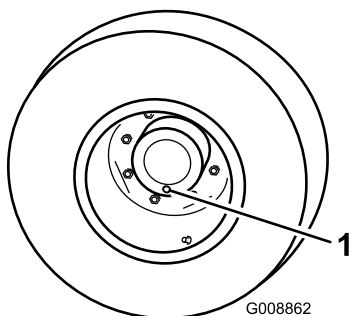

Рисунок 88
1. Поставив машину на ровную поверхность, расположите колесо так, чтобы одна контрольная пробка находилась в самом нижнем положении («6 часов») (Рисунок 88).